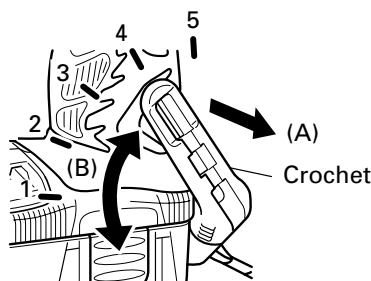

Fig. 7
- (1) Ouverture du crochet
- (a) Tirer le crochet vers soi dans le sens de la flèche (A), et le tourner dans le sens de la flèche (B). (Fig. 7)
- (2) Il est possible de régler la direction de la lampe dans la plage des positions 1 à 5 du crochet. (Fig. 7)